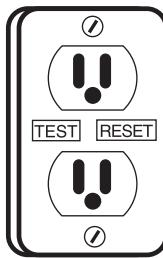

Figura 2
- Se requiere un interruptor de circuito de descarga a tierra (GFCI). Ver Figura 2.